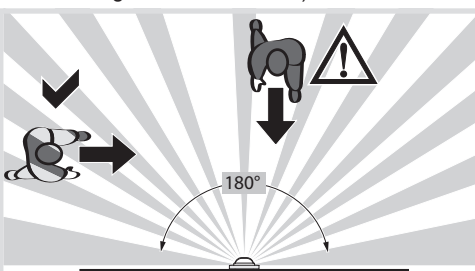

Bild 6: Bewegungsrichtung und Erfassung
- Bewegungsrichtung beachten: Unterschieden wird zwischen „darauf zugehen“ und „quer gehen“. Bewegungen quer zum Bewegungsmelder können besser erfasst werden als Bewegungen auf den Bewegungsmelder zu (Bild 6).